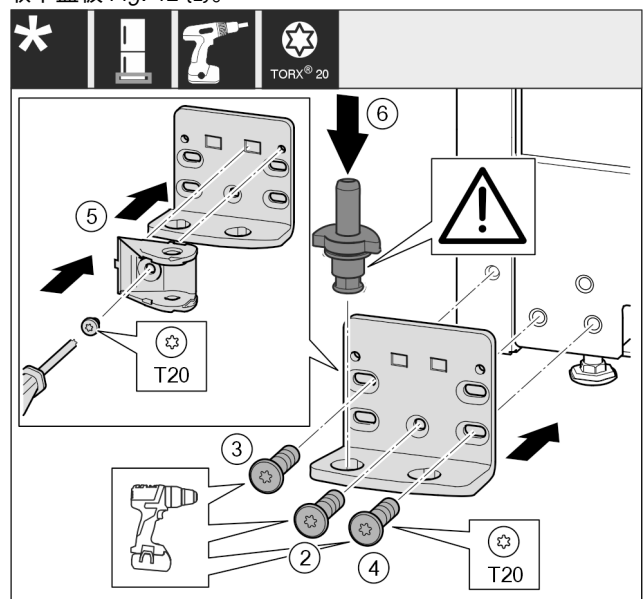

Fig. 43
- ▶ 将托架安装到另一侧, 并借助螺丝刀旋紧。从底部中心的螺钉 Fig. 43 (2) 开始。
- ▶ 拧紧螺钉 Fig. 43 (3)和螺钉 Fig. 43 (4)。
- ▶ 将关门阻尼器连接装置 Fig. 43 (5)旋转 180°。用螺丝刀拧紧托架的另一侧。
- ▶ 将轴承螺栓 Fig. 43 (6)完全装入。同时注意止动凸轮需指向后方。